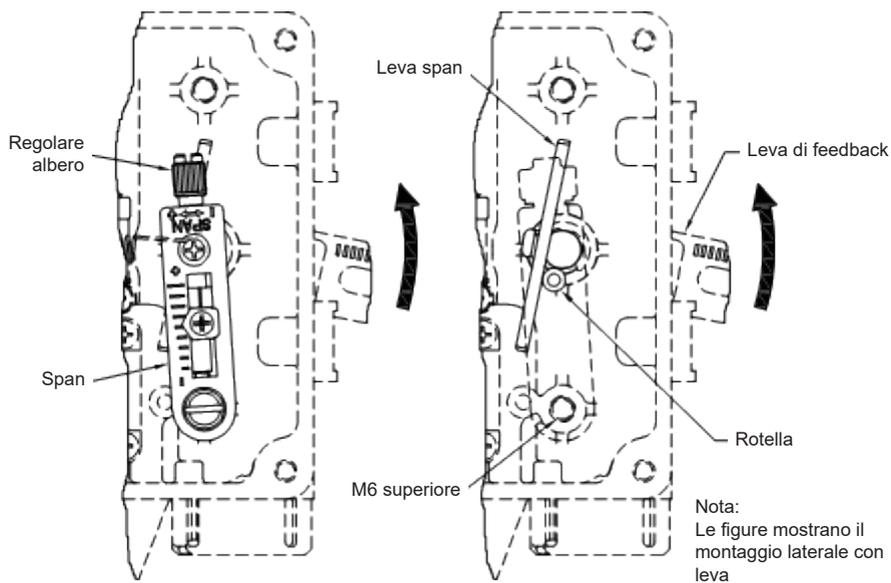

Fig. 17 Installazione span (laterale = RA, centrale = DA)
Montaggio centrale - Se l'asse dell'attuatore si sposta verso il basso quando aumenta il segnale in ingresso, montare lo "Span" sul foro del rubinetto M6 inferiore come mostrato nella Fig. 17 (DA).
Montaggio centrale - Se l'asse dell'attuatore si sposta verso l'alto quando aumenta il segnale in ingresso, montare lo "Span" sul foro del rubinetto M6 superiore come mostrato nella Fig. 17 (RA).